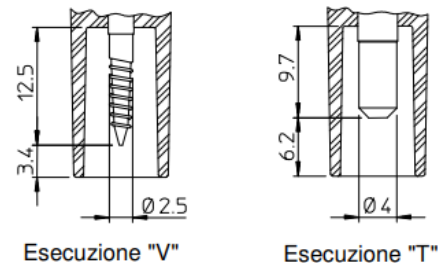

Fig. 8
- V: Conexión por tornillo (Fig. 8);
- T: Ø 4 conexión de los extremos (Fig. 8);
La conexión de los cables de alta tensión puede ser de dos tipos, dependiendo de los terminales utilizados en el interior de los aisladores: puede haber conexiones por tornillo o mediante un terminal cilíndrico de 4 mm de diámetro, como se muestra en Fig. 8. Todos los conectores, también con cable, pueden pedirse.